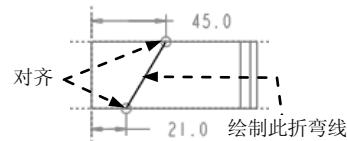

图 11.3.3 截面图形
Step7. 绘制折弯线。进入草绘环境后，选取适当的边线作为草绘参照，然后绘制图 11.3.3 所示的折弯线。完成绘制后，单击“草绘完成”按钮 。